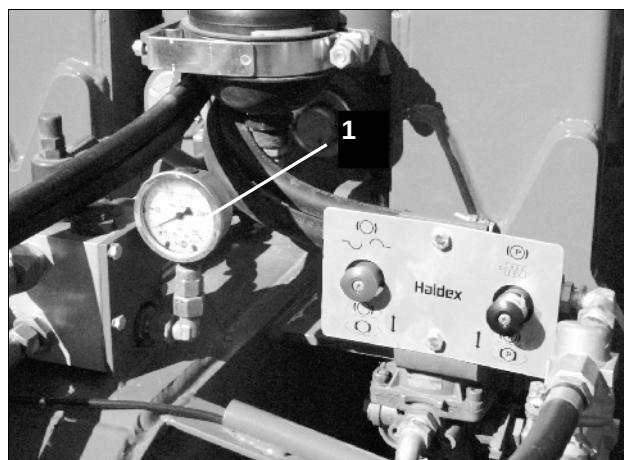

Fig. 36
- Manometeret (Fig. 36/1) viser cylinderens tryk.